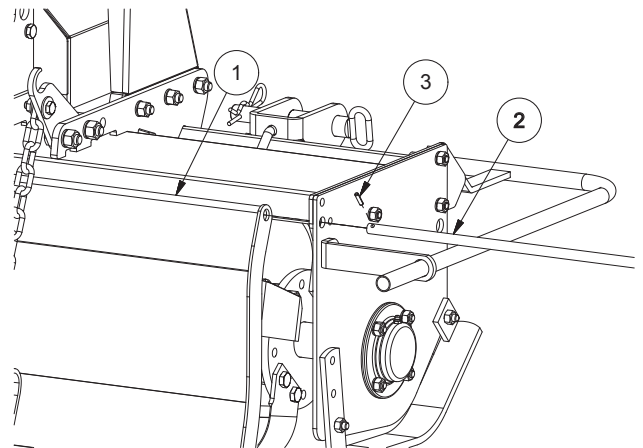

FIG. 7
- Montare il cofano posteriore (1, Fig. 7): posizionarlo tra i fianchi del telaio; inserire l' asta (2) attraverso il cofano ed entrambi i fianchi; bloccare lo scorrimento dell'asta inserendo le due spine elastiche (3) nei fori ricavati alle estremità della stessa.